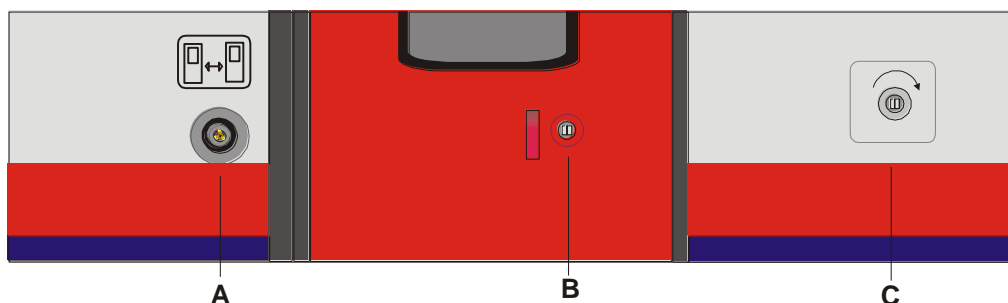

Fig. 7: vue extérieure de la porte d'accès
- en enfonçant le bouton poussoir d'ouverture A (fig. 7) à l'extérieur.
Une porte par côté est pourvue le long de la paroi extérieure d'un interrupteur carré C (fig. 7) permettant « l'ouverture de secours ». Ce dispositif est actionné en tournant la clé de Berne vers la flèche pour ouvrir et dans le sens contraire pour fermer.